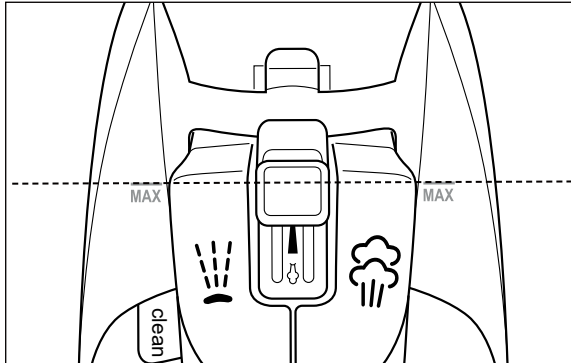

Abb. 5
- 4) Befüllen Sie den Wassertank **13** höchstens bis zur Markierung **MAX**. Stellen Sie das Dampfbügeleisen auf den Sockel **10** und überprüfen Sie, dass die Füllmenge nicht die Markierung **MAX** übersteigt (siehe Abb. 5). Gießen Sie zuviel eingefülltes Wasser wieder aus. Die maximale Füllmenge des Wassertanks **13** beträgt ca. 320 ml.